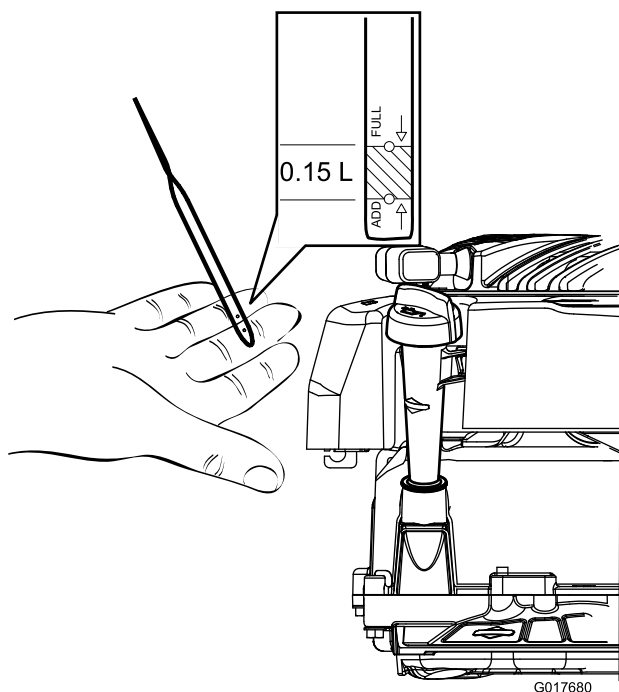

Figura 10
2. Estraiete l'asta e controllate il livello dell'olio (Figura 10). Se il livello dell'olio è inferiore alla tacca Add sull'asta, versate lentamente dell'olio nel foro del bocchettone fino a portarne il livello alla tacca Full sull'asta. Attendete 3 minuti dopo il rabbocco dell'olio per controllare il livello con l'asta (riempimento max.: 0,59 litri, tipo: olio detergente SAE 30 con service classification API SF, SG, SH, SJ, SL o superiore).